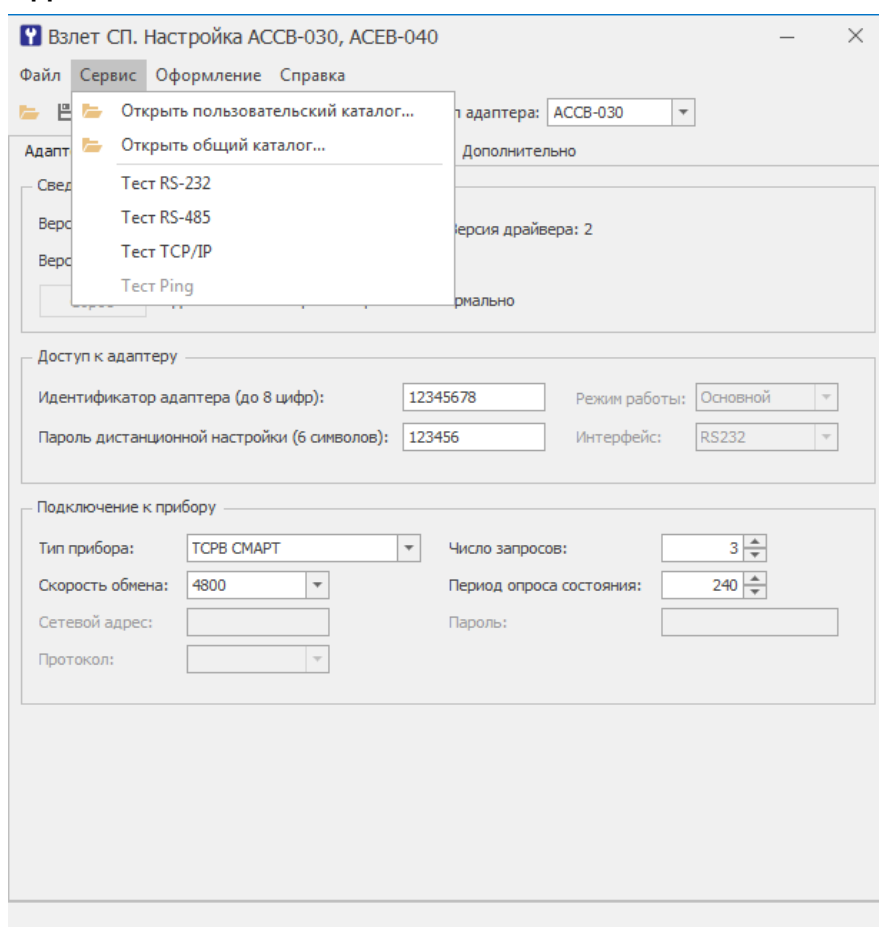

Рис.17. Меню «Сервис» программы «Взлет СП. Настройка АССВ-030, АСЕВ-040».
9. Запустить программу «Взлет СП. Настройка АССВ-030, АСЕВ-040» на диспетчерском компьютере. и выбрать пункт меню **Сервис > Тест TCP/IP** (рис.17). Появится окно с сообщением **Ожидание соединения**.